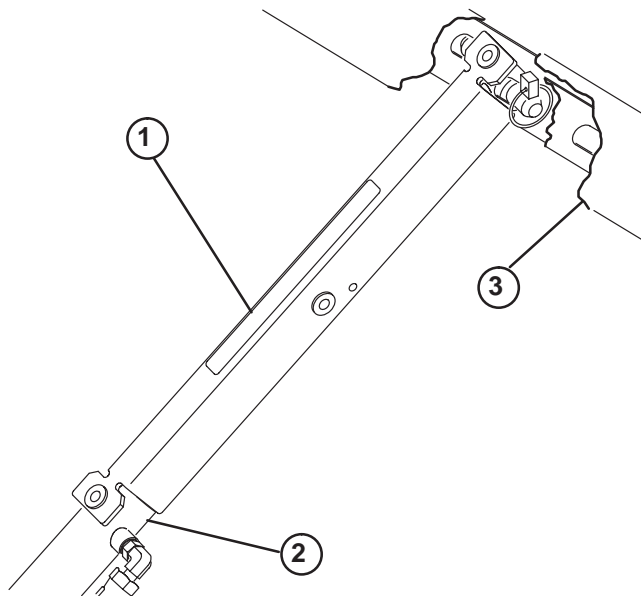

Bild 37
3. Schieben Sie die Ladepritschenstütze auf die Zylinderstange. Achten Sie darauf, dass die Stützenendlaschen auf dem Ende der Zylindertrommel und auf dem Ende der Zylinderstange aufliegen (Bild 37).